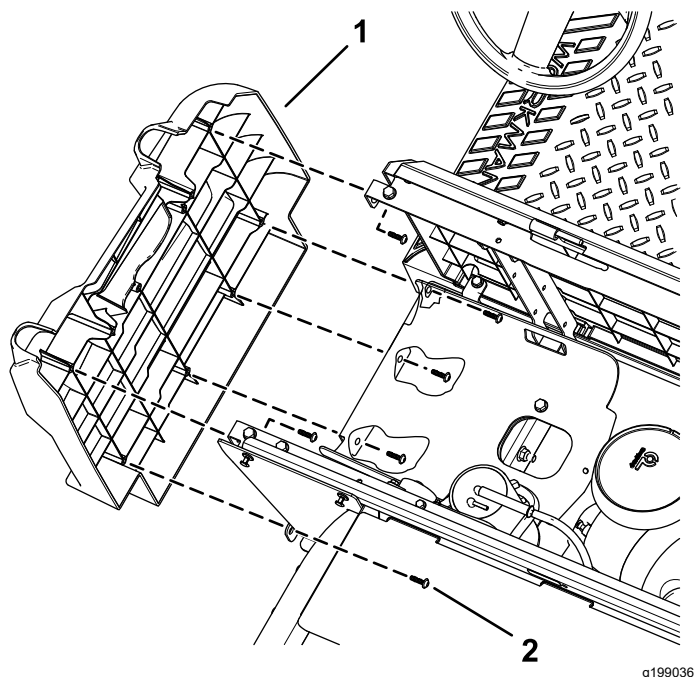

Bild 9
4. Entfernen Sie die sechs Torxschrauben (M6,0 x 22 mm) von der linken Seitenplatte und nehmen Sie die Seitenplatte ab (Bild 9).